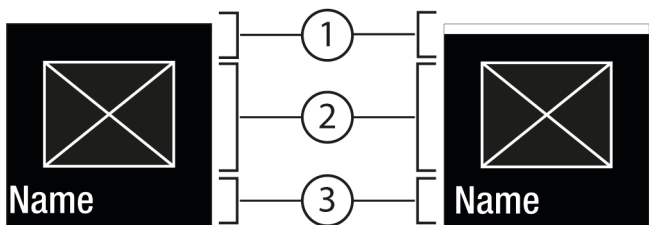
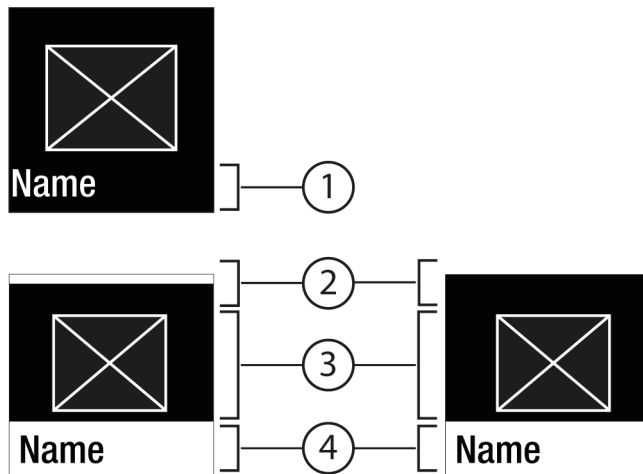

Fig. 6
Fig. 7
- С Потвърждаване Fig. 5 (2) се извиква подменюто Fig. 7 (4).
- Настройване на нова стойност: С Потвърждаване Fig. 5 (2) изберете деактивирана стойност Fig. 6 (1).
- Обратно в менюто: С Потвърждаване Fig. 5 (2) изберете вече активираната стойност Fig. 6 (2).
- ▷ Състояние: активирано *Fig. 6 (1)* се появява за кратко в подменюто *Fig. 7 (4)*.